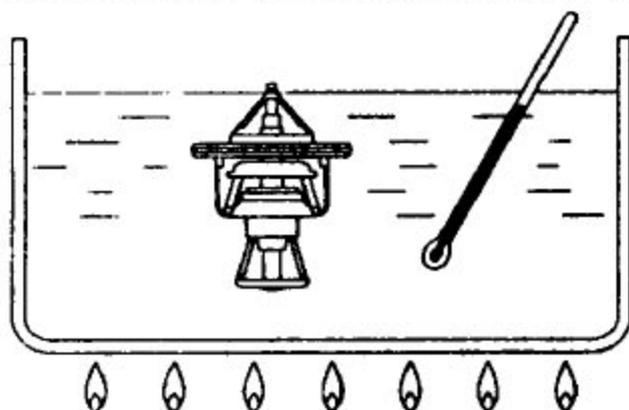

图 8-4
1). 容器中装满水，把节温器沉入水中，搅拌使水温升高，检查节温器的开阀温度是否为标准值(见图 8-4)。标准值： $82 \pm 1.5^{\circ}\text{C}$